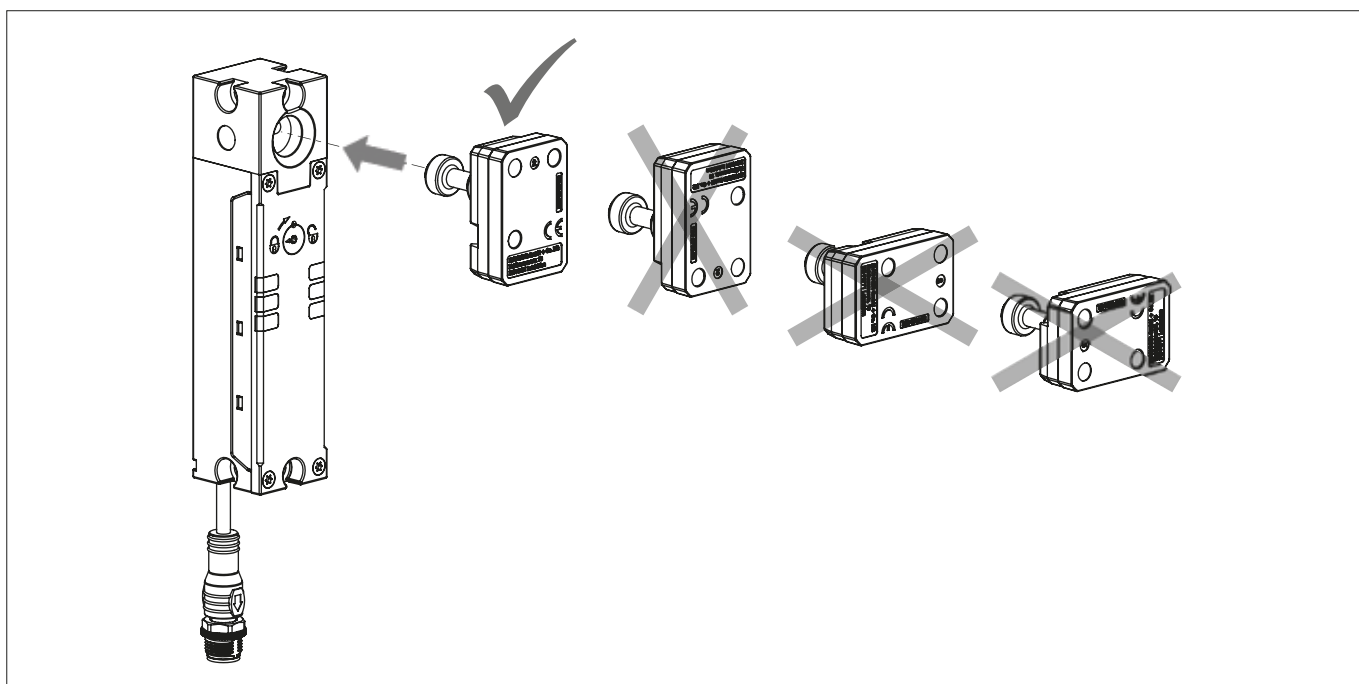

図 2: アクチュエーターの位置合わせ
- ▶ アクチュエーターと安全スイッチは、ガードを閉じたときにアクチュエーターがスwitchに垂直に完全に挿入されるよう取り付けてください (図 2 を参照)。正しく設置されていない場合、ガードロックの動作は保証されません。